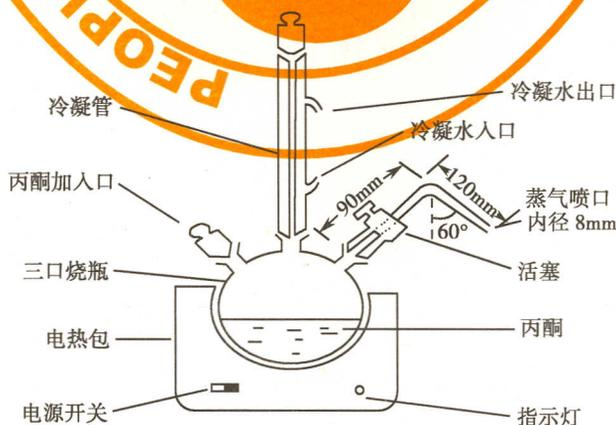

图2 丙酮蒸气发生装置
3.2.11 丙酮蒸气发生装置:见图2。
3.5.1.2.1 丙酮蒸气法:用于微孔滤膜。打开丙酮蒸气发生装置的活塞,将载有楔形滤膜的载玻片置于丙酮蒸气之下(见图2)。由远至近移动到丙酮蒸气出口15mm~25mm处,熏制3s~5s,使滤膜透明。